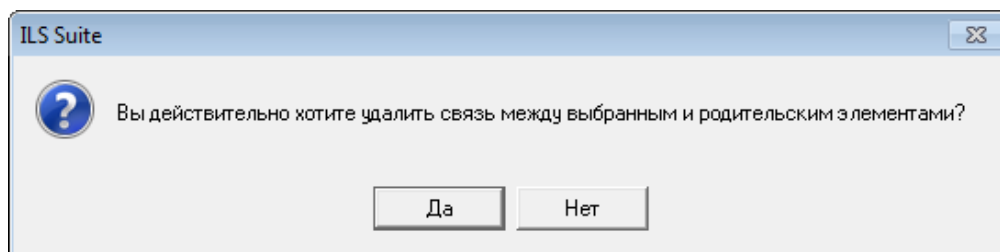

Рис. 9-55 – Подтвердить намерение удалить связь
- 5) В появившемся информационном окне нажать «Да» для подтверждения выбранного действия (рис. 9-55). Связь организации с компонентом будет удалена.